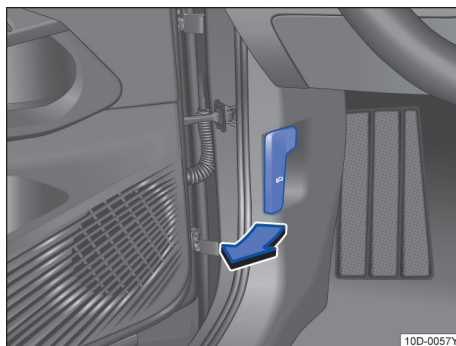

图 134 驾驶员侧脚部空间：前舱盖解锁手柄
- 在车内沿图示箭头方向拉动前舱盖解锁手柄 → 图 134，前舱盖会在弹簧机构的作用下稍许弹开。